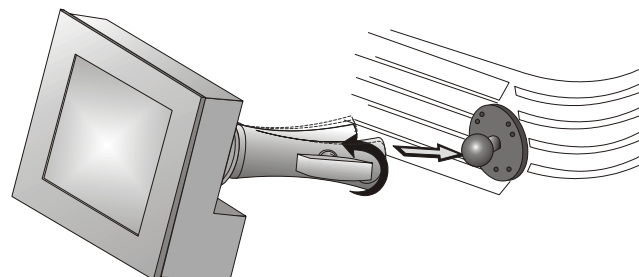

Рис. 2-7
1. Слегка ослабьте монтажный кронштейн, чтобы его можно было надеть на шаровой шарнир, находящийся на задней панели проектора. **Рис. 2-7.**